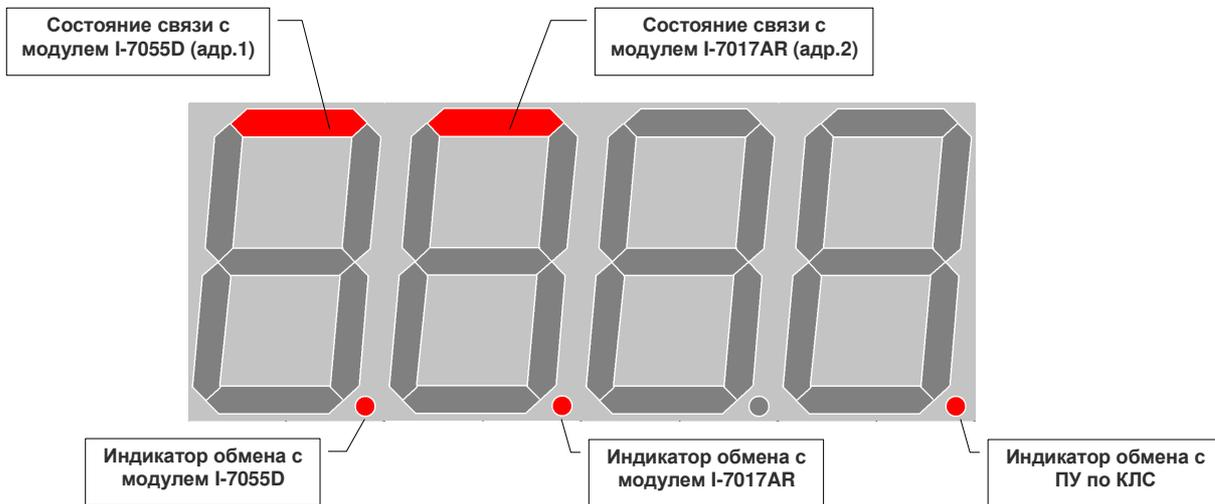

Рисунок 2 – Назначение сегментов для индикации связи контроллера с модулями
1.4.3 Контроллер осуществляет циклический сбор телеинформации с модулей ввода-вывода и ее обработку. Состояние опроса модулей отображается на крайнем слева индикаторе дисплея контроллера (рисунок 2). Если модуль отвечает на запросы контроллера, соответствующий сегмент индикатора светится, если не отвечает – мигает с частотой около 1 Гц.
ством ПУ по резервному каналу отображается на индикаторах «2» (Прием) и «3» (Передача) модема, а также на дисплее контроллера (рисунок 2). Скорость обмена контроллера с модемом – 115,2 кбит/с.